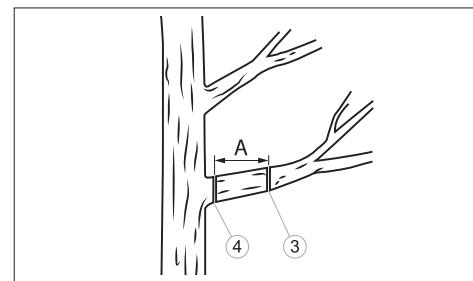

fig. 21
Si le diamètre des branches est plus de 10 cm, taillez-les d'abord (3) et faites la coupe transversale (A) à 25 cm près de la coupe finale. Puis, faites la coupe droite (4) en commençant par la coupe de décharge et en finissant par la coupe transversale. Coupe droit des branches (fig. 21).